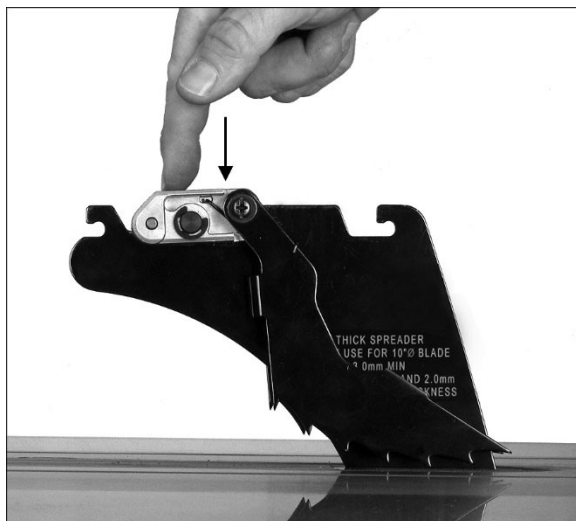

Figura 6-12
3. Gire la cabeza y empújela hacia abajo (Figura 6-12) hasta que escuche un clic audible. *Asegúrese de escuchar el clic para verificar que el ensamblaje de fiadores sea seguro.*
1. Empuje hacia arriba las hojas de protección (E, Figura 6-12) hasta que atrapen y sujeten la clavija (F).
3. Apriete la perilla (G).
4. Tire hacia abajo de las hojas de protección (E) y permita que caigan sobre la mesa.